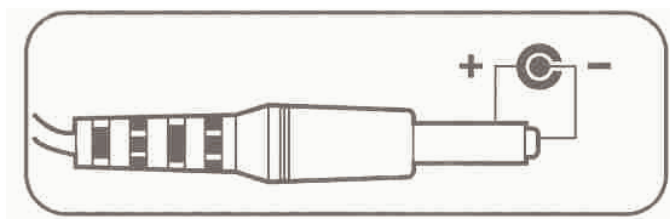

Рисунок 3.4 - Разъем адаптера питания
- ❑ Подключите разъем адаптера питания к разъему весов (см. рисунок 3.4).